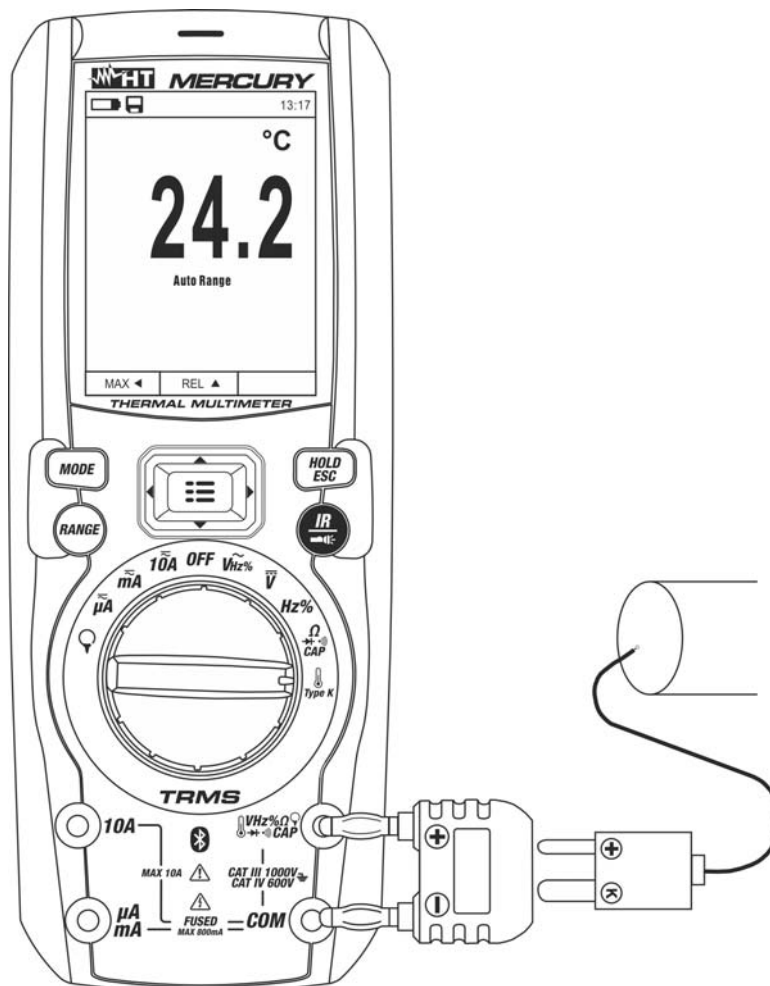

Fig. 27: Uso do instrumento para a medição de Temperaturas
3. Inserir o adaptador fornecido nos terminais de entrada (polaridade +) e **COM** (polaridade -) (ver Fig. 27)